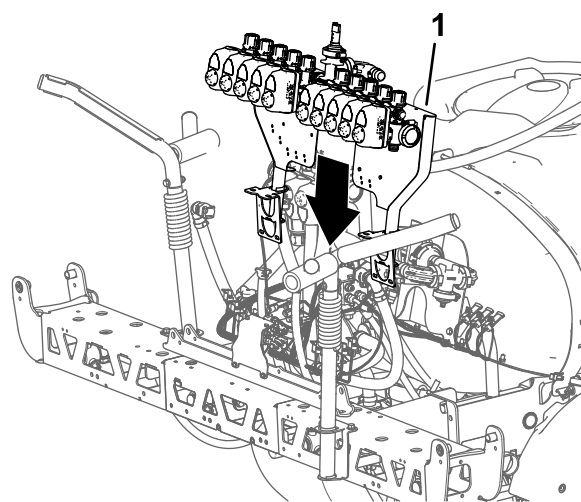

Figura 109
- Utilizando equipamento de elevação com a capacidade especificada, levante o conjunto de montagem da válvula e válvula do pulverizador e alinhe-o por cima da secção de pulverização central (Figura 109).